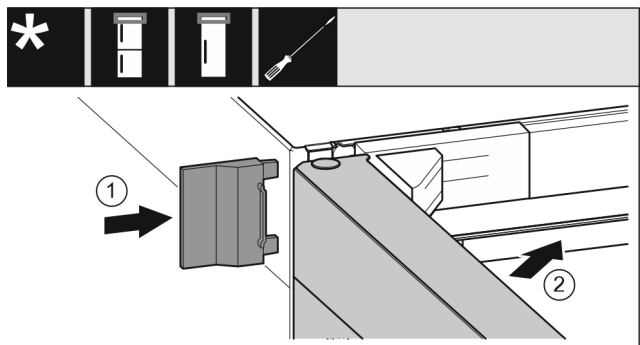

Fig. 35
- ▶ Skub den yderste afdækning på. Fig. 35 (1)